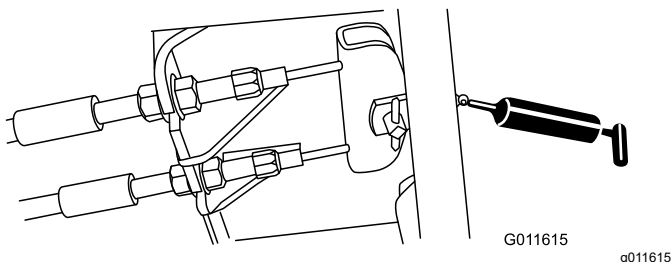

Figure 76
- Pédale de frein (1) (Figure 76)